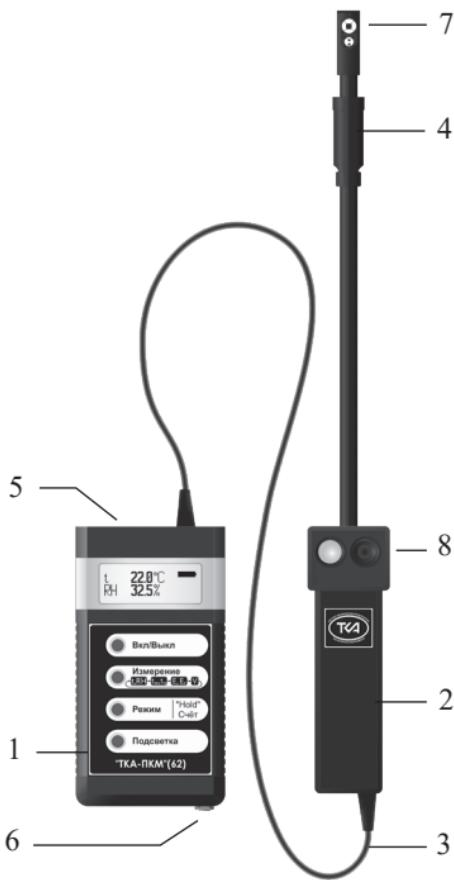

Рис.1 Внешний вид прибора “ТКА-ПКМ”(62)
5.1 Приборы комбинированные выпускаются в компактном портативном исполнении. Конструктивно прибор состоит из двух функциональных блоков: измерительной головки (ИГ) и блока обработки информации (БОИ), связанных между собой гибким многожильным кабелем (Рис.1).
Для связи с ПК в приборе установлен разъём USB (дополнительно RS232) (5, на Рис.1).
6.2.1.1 Включите прибор. Перед началом работы убедитесь в работоспособности элемента питания (аккумулятора). Если после включения прибора на дисплее появится надпись “РАЗРЯД БАТАРЕИ！”, нужно зарядить аккумулятор, для чего следует подключить к прибору через разъём на корпусе (6, Рис.1) зарядное устройство и вставить его в сеть. Прибор необходимо выключить. Время заряда ~ 16 часов. Превышение времени заряда (до нескольких суток) не приводит к ухудшению работоспособности аккумулятора.